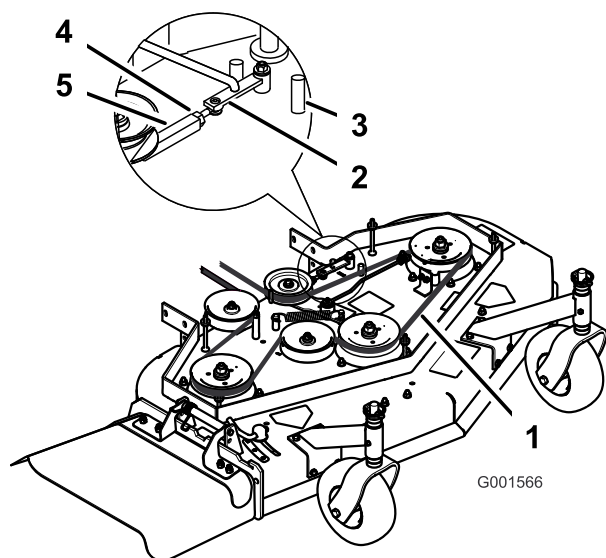

Figura 48
3. Afloje la contratuerca del tensor (Figura 48).
4. Gire el tensor hacia la parte trasera del cortacésped para aumentar la tensión de la correa. Gire el tensor hacia la parte delantera del cortacésped para reducir la tensión de la correa (Figura 48).